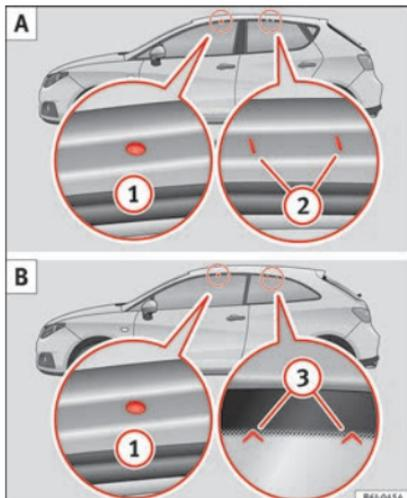

Fig. 123 Ibiza/Ibiza SC: punti di fissaggio delle barre longitudinali per il portapacchi sul tetto.
I punti di fissaggio anteriori e posteriori ① e ② sono visibili soltanto se le porte sono aperte » **fig. 123 A.**
I punti di fissaggio anteriori ① sono visibili solo con le porte aperte; i punti di fissaggio posteriori ③ sono contrassegnati sul bordo superiore del vetro laterale con delle frecce » **fig. 123 B.**